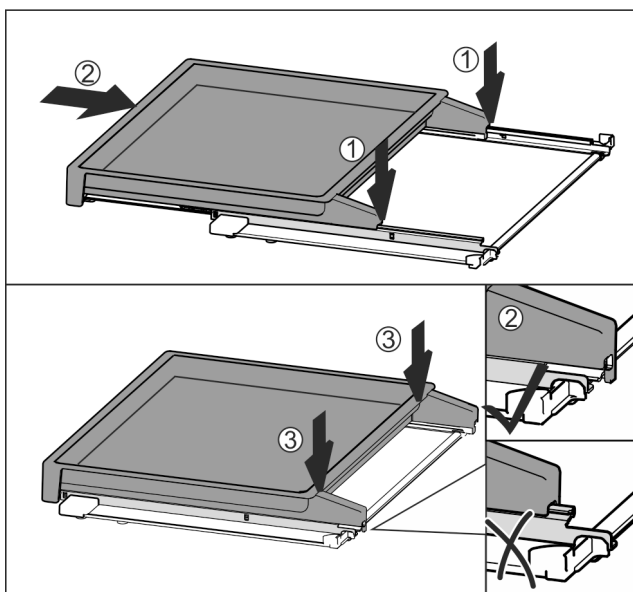

Fig. 113
- Поставете в средата върху релсите Fig. 113 (1).
- Вкарайте изцяло изтеглящата се дъска Fig. 113 (2).
- Натиснете от задната страна, докато се фиксира с щракване Fig. 113 (3).